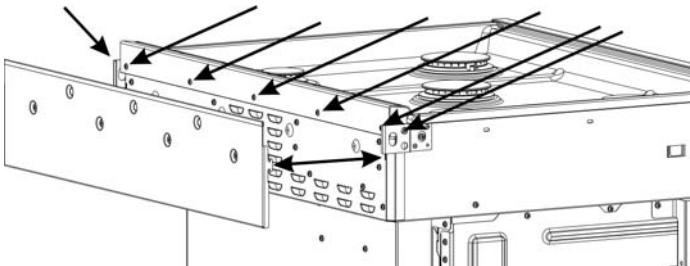

Figure 3 : Emplacements des vis de la garniture (grille d'aération retirée)
arrière et Figure 3: Emplacements des vis de la garniture (grille d'aération retirée).
4. Soulevez la grille d'aération hors des fentes qui la maintiennent en place. Repérez les emplacement des fentes pour plus tard. Voir Figure 3: Emplacements des vis de la garniture (grille d'aération retirée).
- Retirez les vis qui maintiennent la garniture (cinq vis à l'arrière et une vis à chaque extrémité). Conservez deux de ces vis pour l'installation de la garniture de l'îlot. Voir Figure 3: Emplacements des vis de la garniture (grille d'aération retirée).
- Installez cinq vis d'entretoise (inclus dans le nécessaire de garniture d'îlot) à l'arrière de la cuisinière, aux mêmes emplacements prévus pour les 5 vis d'origine de la garniture arrière. Voir Figure 3: Emplacements des vis de la garniture (grille d'aération retirée).